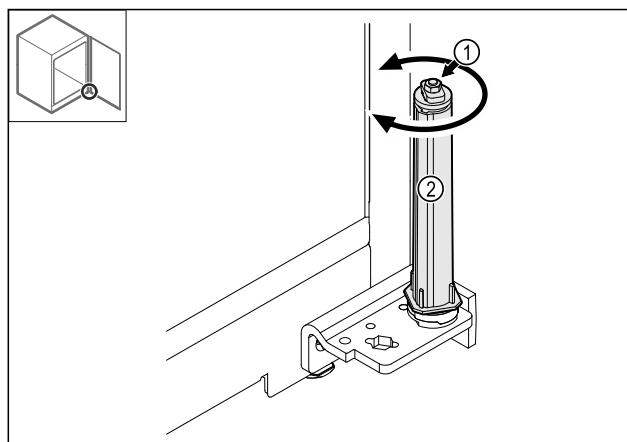

Fig. 44
▶ 切勿毁坏关门系统的螺旋接合点 Fig. 44 (1)。
▶ 转动关门系统 Fig. 44 (2)，直至听到咔嚓声。